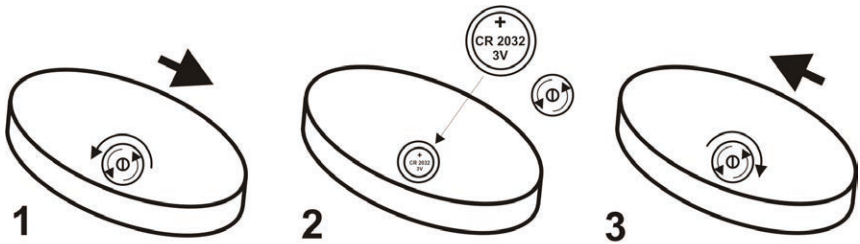

Fig. 3
- Inserte la batería de alimentación suministrada en el mando a distancia. (fig.3)
Para su puesta en marcha podrá actuar de forma manual o con la ayuda del control remoto. Previamente asegúrese de que la batería del mando a distancia esta correctamente ubicada (fig.3).